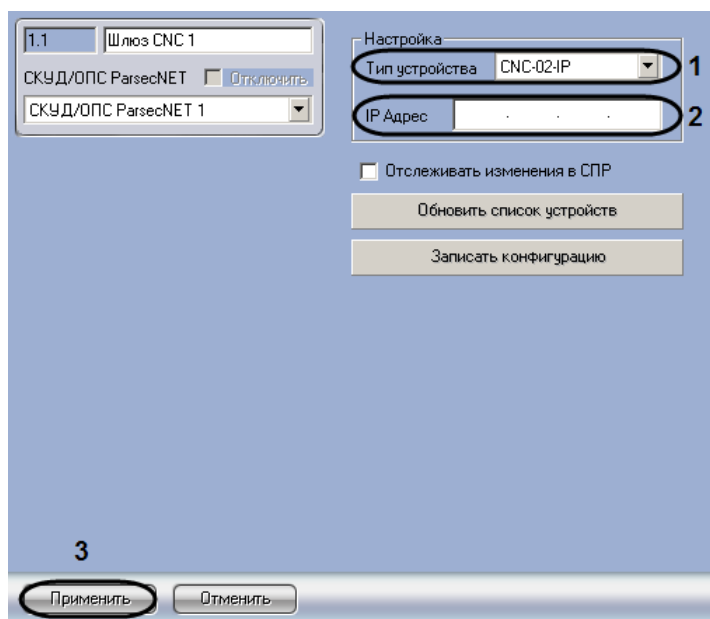

Рис. 3.3—3 Задание IP-адреса Ethernet-шлюза СКУД/ОПС ParsecNet
2. Из раскрывающегося списка **Тип устройства** выбрать значение **CNC-02-IP**, соответствующее Ethernet-шлюзу *CNC-02-IP* (см. Рис. 3.3—3, 1).
3. В поле **IP Адрес** ввести с помощью маски IP-адрес Ethernet-шлюза *СКУД/ОПС ParsecNet* (см. Рис. 3.3—3, 2).